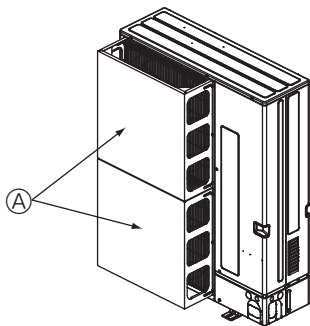

Fig. 2-16
- ① Monter en luftkanal (ekstrautstyr) hvis enheten monteres på et sted der sterk vind fra en orkan osv. kan komme direkte inn i luftløpet. (Fig. 2-16)